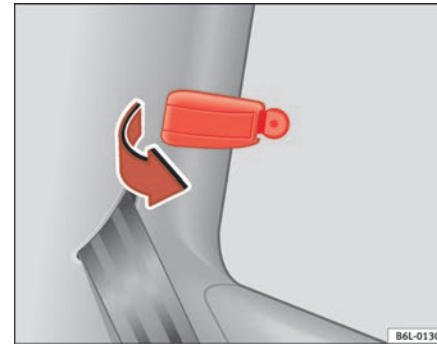

Abb. 53 Verriegelungshebel für mechanisches Ausstellfenster
- Ziehen Sie den Verriegelungshebel ⇒ Abb. 53 in Pfeilrichtung nach vorne und drücken Sie ihn gleichzeitig nach außen bis der Hebel einrastet. Der Hebel rastet bei halb oder ganz geöffnetem Fenster ein.